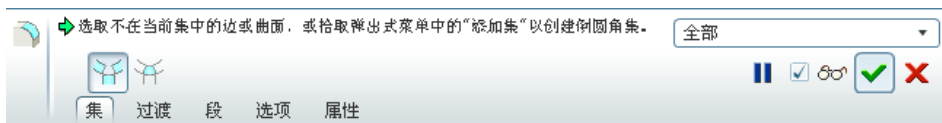
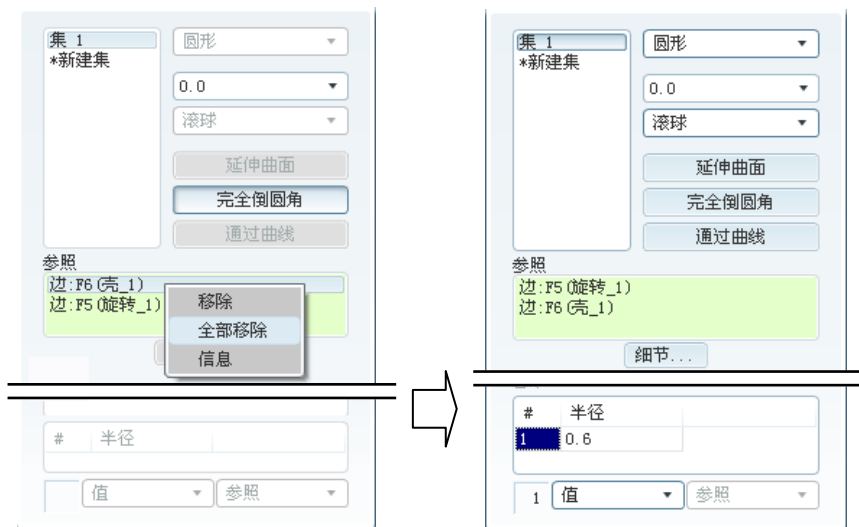
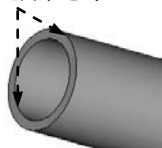

图 5.21.3 圆角特征操控板
图 5.21.4 圆角的设置
图 5.21.5 选择圆角边线
Step3. 重新选取圆角选项。在系统弹出的图 5.21.3 所示的操控板中, 单击 **集** 按钮; 在“集”界面的 **参照** 栏中右击, 从弹出的快捷菜单中选择 **全部移除** 命令 (如图 5.21.4 所示); 按住<Ctrl>键, 依次选取图 5.21.5 所示的瓶口的两条边线; 在半径栏中输入圆角半径值 0.6, 按回车键。
说明：图 5.21.4 所示的 **▼ COPY FEATURE (复制特征)** 菜单分为 A、B、C 三个部分，下面对各部分的功能分别进行介绍。